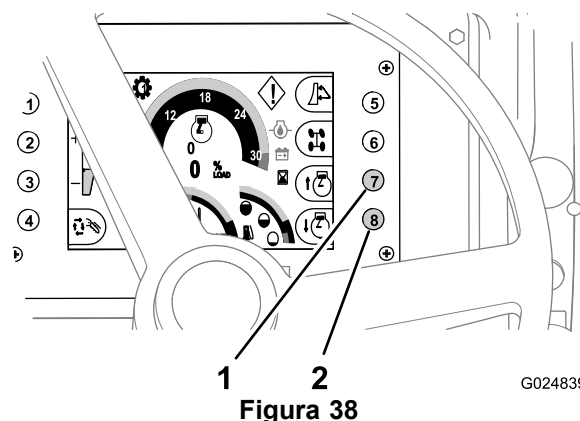

Figura 38
- Per **aumentare** il regime del motore, premete il pulsante 7 sul centro di comando (Figura 38).
- Per **diminuire** il regime del motore, premete il pulsante 8 sul centro di comando (Figura 38).